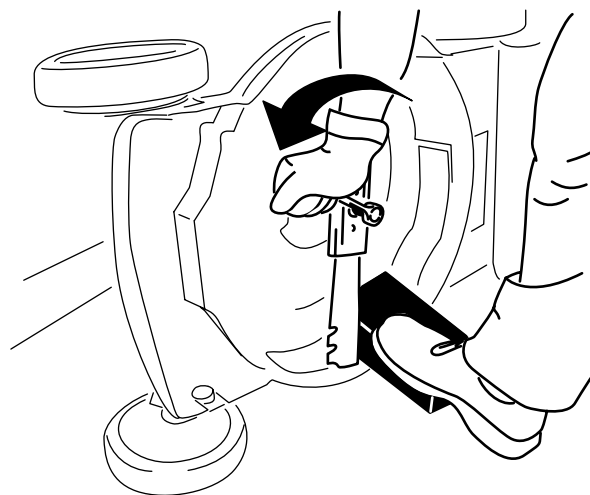

Рисунок 32
3. Используйте деревянную подкладку для неподвижного удерживания ножа (Рисунок 32).
4. Снимите нож, сохранив все крепежные детали (Рисунок 32).